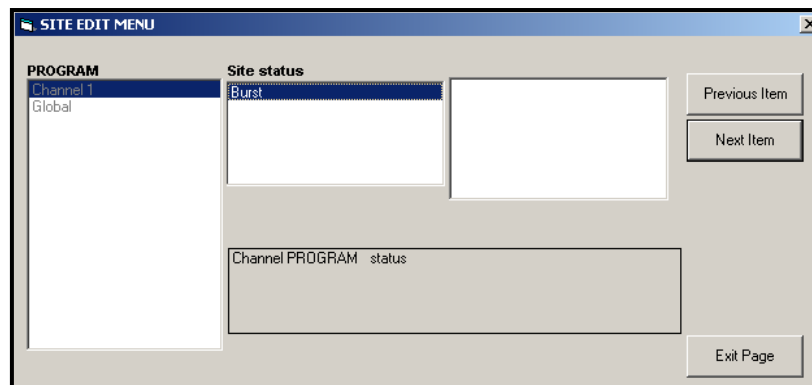

Figura 44: Opção Status no menu Channel (Canal)
2. Realce e clique duas vezes na opção Status no painel central. A janela exibida será semelhante à Figura 44 abaixo.